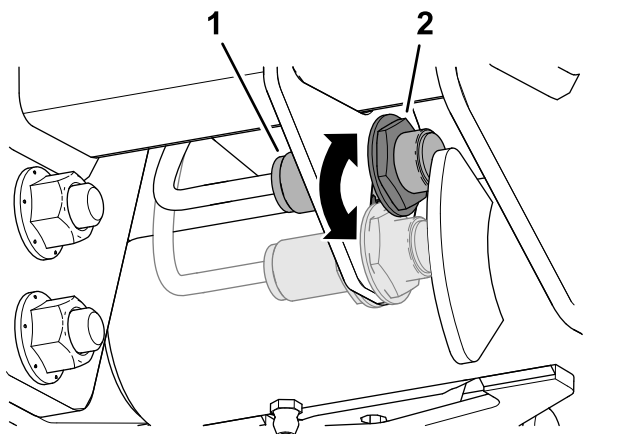

Figura 52
- Desaperte a porca de retenção que fixa o interruptor do braço de elevação à placa do interruptor (Figura 52).